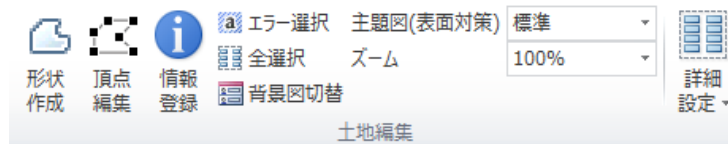

図 4-17 表面对策作成で使用する図形編集機能
**注意** 樹木の形状が一部歪んで表示される場合がありますが、これは Excel の描画処理によるものです。樹木図形の中心点と属性情報の樹冠直径 (図 4-17 参照) から座標を計算処理しますので、樹木図形の形状が歪んでいても、形状を手動で変更する必要はありません。